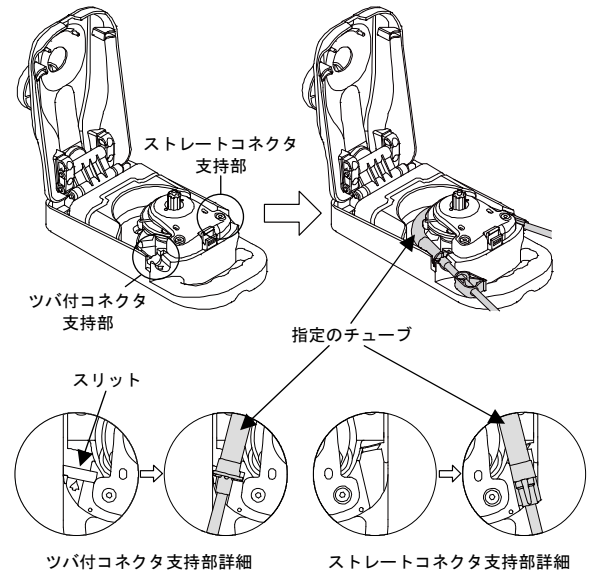

図1
- *3. 指定のチューブの一次側のツバ付コネクタ（黄色）を、本品のツバ付コネクタ支持部（図1）にセットします。この時、ツバがスリットに確実に差し込まれていることを確認します。
- *4. 指定のチューブの太径チューブを本品のローラヘッド部分に沿わせながら二次側のストレートコネクタを本品のストレートコネクタ支持部（図1）にセットします。